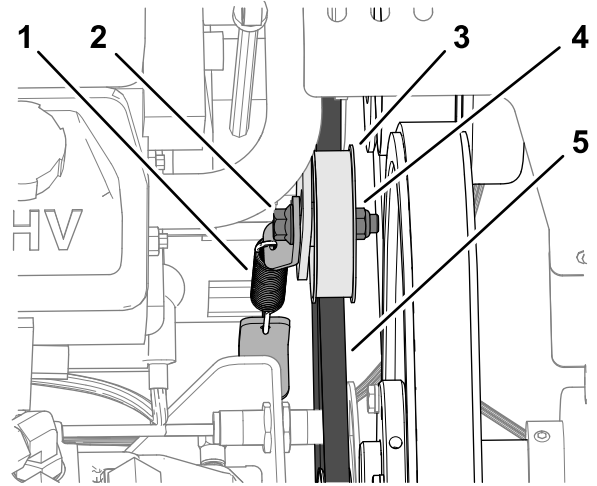

図 176
3. 油圧ポンプベルトのイドラプーリを固定しているフランジヘッドキャップスクリューとフランジロックナットをゆるめる。ボルトがイドラサポートのスロットの中で動くようになればよい 図 176。